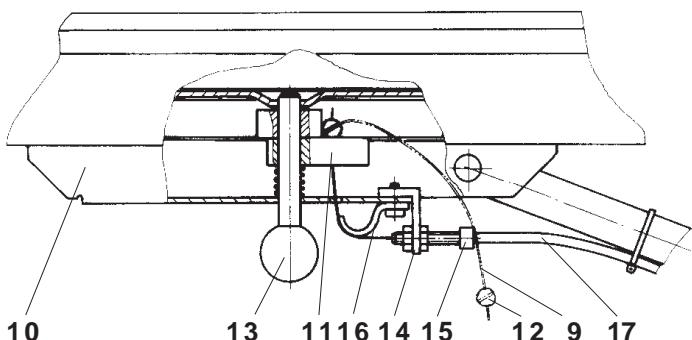
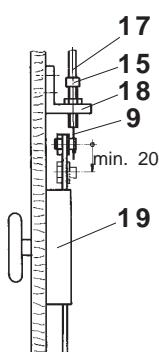

Fig. 6
Fig. 7
Sbloccaggio manuale ENTRA. Fig. 6 e Fig. 7
- Inserire la fune (9), attraverso il foro, nella slitta (10) e nella guida (11). Afferrare l'estremità della fune e inserire il raccordo filettato (12).
- Tirare indietro la fune (9) fino a quando non si muove la manopola rossa (13).
- Montare la staffa (14) con viti (15) e guida fune (16).
- Tirare la fune (9) con viti (15) e tirante Bowden (17) mediante le barre di trazione alla serratura portone.
- Avvitare la staffa guida (18) al portone.
- Collegare la fune (9) alla serratura portone (19) e tenderla, come da Fig. 7.
- Disinnestare il portone dalla slitta (10) tirando la manopola rossa (13) Fig. 6. Aprire il portone manualmente e chiuderlo nuovamente. Deve scorrere senza problemi.